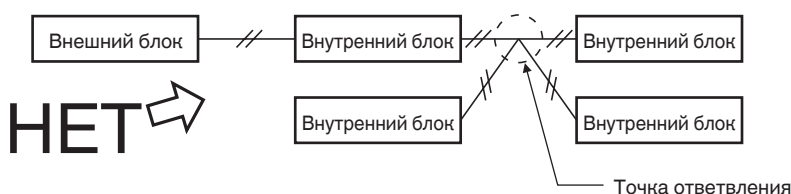

Рис. 4-4
- (3) Не устанавливайте межблочную проводку управления таким образом, чтобы ответвления образовывали звезду. Ответвления проводки в виде звезды приводят к неверной установке адресов. (Рис. 4-4)